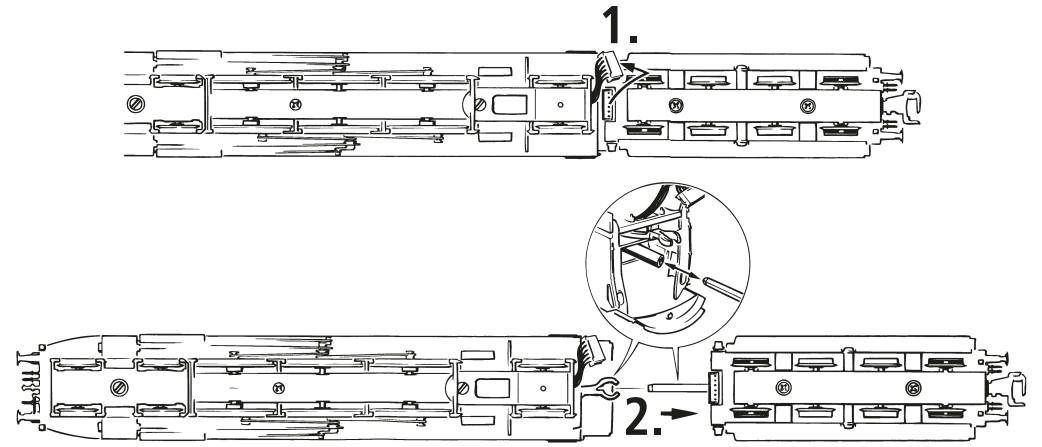

Fig. 5
2. Schmierung: Versehen Sie die im Schmierplan in Fig. 13 gekennzeichneten Stellen mit nur **kleinen Öltropfen**. Dazu zuerst das Lok- bzw. Tendergehäuse abnehmen (Fig. 5, Fig. 7). Wir empfehlen den ROCO **Öler Art.-Nr. 10906**. Fürs Schmieren der Getriebeteile (Zahnräder, Schnecke) empfehlen wir das **ROCO-Spezialfett Art.-Nr. 10905**. Im Falle der Schmierung diese Teile **nicht ölen**.
3. Lämpchenwechsel: Bitte nehmen Sie zuerst das Lokgehäuse bzw. das Tendergehäuse ab (Fig. 5, Fig. 7). Danach können Sie die **Lämpchen** wechseln (Fig. 9).
2. Lubrication: Apply **tiny oil drops** to spots marked in fig. 13. Prior to lubrication dismantle the loco body or the tender body (fig. 5, fig. 7). We recommend using item no. **10906, Roco oiler**. For lubrication the gearparts (e.g. cogwheels, worm) we would recommend our Roco **special grease** (item no. **10905**).
3. Change of lights: First remove loco body and the tender body (fig. 5, fig. 7) and then change lights (fig. 9).
4. Steam generator application (fig. 6): First remove the loco body (fig. 5) and then push in the Seuthe steam generator no. 10 (running in digital mode: use no.11).
2. Graissage: N'appliquez **qu'une toute petite goutte** aux endroits indiqués par le plan de graissage (fig. 13) après avoir démonté la caisse du locomotive/tender (fig. 5, fig. 7). Nous vous recommandons **le graisseur à huile Roco réf. 10906**. Pour graisser les engrenages (roues dentées, vis sans fin) nous vous conseillons la **graisse spéciale Roco réf. 10905** pour engrenages en matières synthétiques. Lorsque vous utilisez cette graisse il faut éviter d'huiler ces composants.
3. Remplacement des ampoules: Veuillez démonter d'abord la caisse de votre locomotive et la caisse du tender (fig. 5, fig. 7) puis vous pouvez **échanger les ampoules** (voir fig. 9).
4. Emploi d'appareil fumigène: Veuillez démonter d'abord la caisse de votre locomotive (fig. 5) et introduisez ensuite le fumigène au chassis (fig. 6) **Attention:** Le fumigène Seuthe n° 10 n'est à utiliser qu'en exploitation classique >>analogue<<. Pour une locomotive munie d'un décodeur de commande numérique faites appel au fumigène Seuthe n° 11!